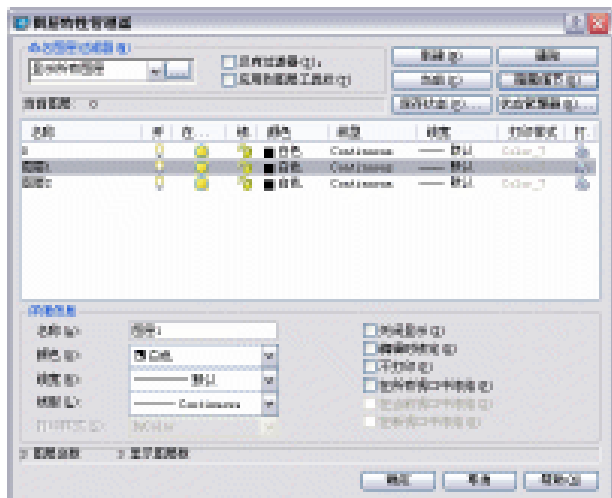

图 3-3-1
(1) 新建两个图层，一个为“中心线”层，另一个为“实线”层。“中心线”层线型为 CENTER，线宽为 0.13mm；“实线”层线型为 Continuous，线宽为 0.3mm。其具体操作如下：
STEP 01 在命令行中执行 LAYER 命令，系统打开如图 3-3-1 所示“图层特性管理器”对话框，在该对话框中单击两次“新建”按钮。